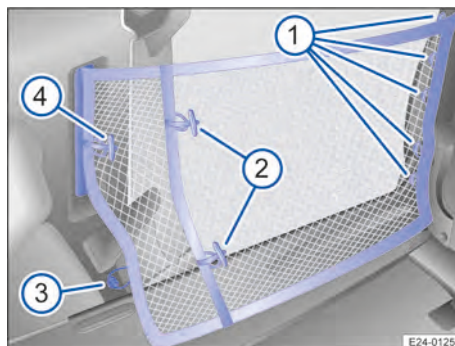

Fig. 156 Filet de retenue accroché avec cloison relevée
Lors d'une utilisation de la cloison en position banquette : ne déployez le filet de retenue que jusqu'aux premières attaches → fig. 156 ②.
3. Lors d'une utilisation de la cloison en position relevée : accrochez les œillets de retenue dans les fixations de l'armature de siège → fig. 156 ①.
4. Accrochez la partie inférieure arrière du filet de retenue dans la fixation sur le panneau latéral → fig. 156 ③.